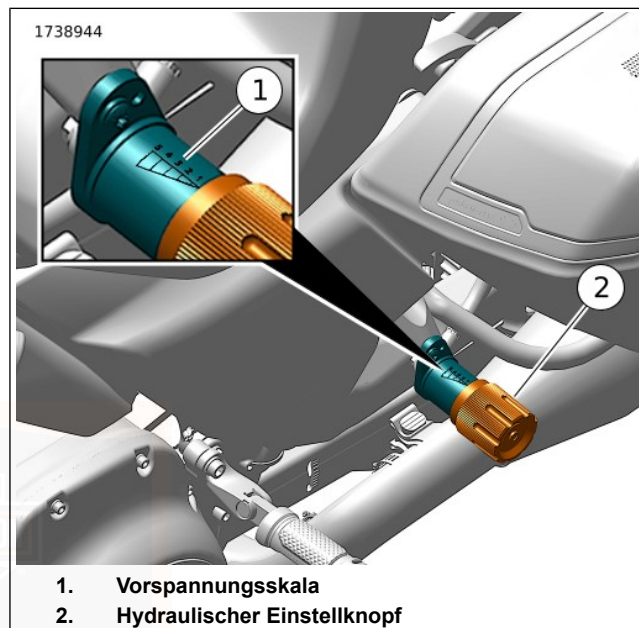

Abbildung 14. Hydraulischer Vorspannungseinstellknopf (linker Stoßdämpfer)
2. Siehe Abbildung 14. Den hydraulischen Feineinstellknopf (2) am linken Stoßdämpfer vollständig gegen den Uhrzeigersinn auf MIN drehen.